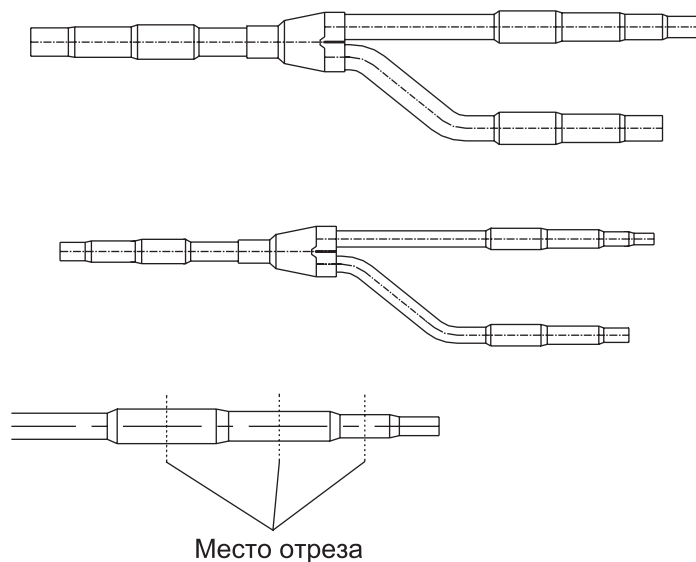

Рис. 11.5 — Отрез разветвителя в нужном сечении
11.4.4 Разветвитель имеет разные диаметры в разных сечениях. В зависимости от мощности блока и диаметра трубки разветвитель отрезается в нужном сечении (см. рис. 11.5).